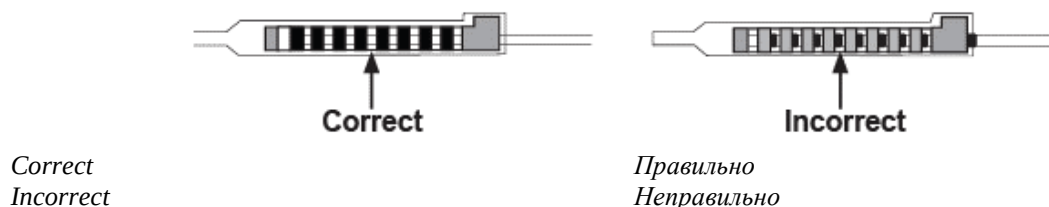

Рисунок 31. Выравнивание электрода для ГСГМ в разъеме удлинителя электродов
4. Визуально проверьте, что выводы электрода для ГСГМ находятся на одном уровне с контактами удлинителя электродов (рисунок 31).